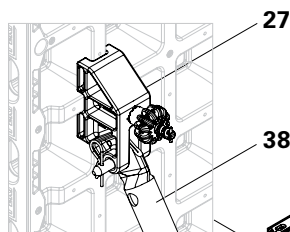

Fig. B3.03a
1. Fissare il puntello (38) e il braccio (39) all'attacco per puntelli DUO (27) con l'apposito perno, quindi assicurare il perno con l'inserto a molla (27.4). (Fig. B3.03a + B3.03b)